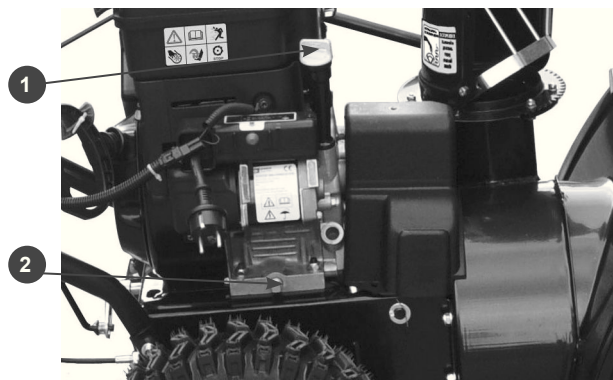

Рис.10
1. Откройте крышку маслосливной горловины(1) Рис.10
2. Подставьте под сливное отверстие подходящую емкость и открутите болт отверстия для слива масла(2) Рис.10